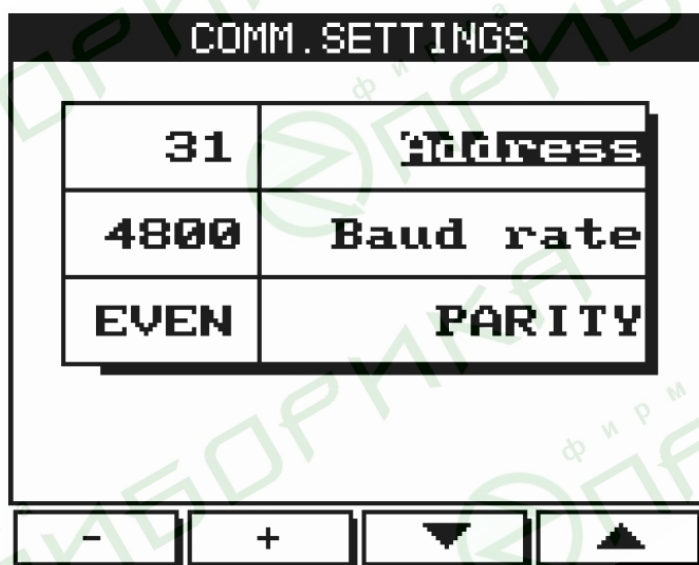

Рис. 42
2. Выберите пункт **Serial Comm** и нажмите «Enter». На дисплее отобразится экран настройки параметров соединения (рис. 42).